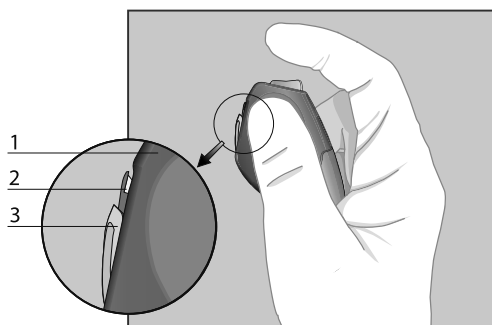

Abb. 1: Haltung des Slitter Tools, Klemmvorrichtung nicht geöffnet
- 1 Slitter Tool in die eine Hand, Elektrode mit zu entfernendem Katheter in die andere Hand nehmen - siehe Abbildung 1.